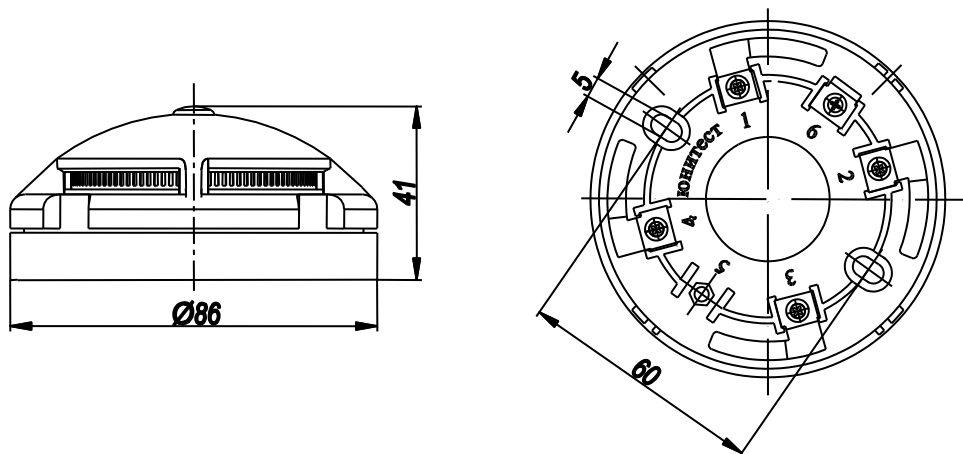
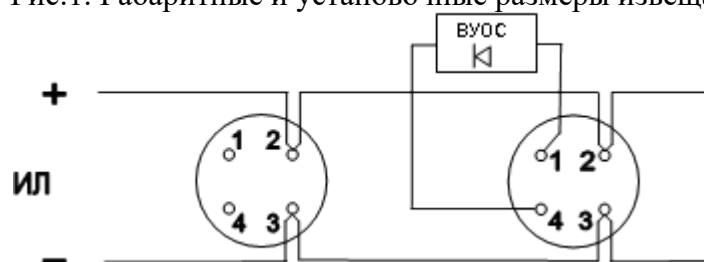

Рис.1. Габаритные и установочные размеры извещателя.
Рис.2. Схема включения извещателя ELEKOR-IPТ-A в адресную линию АПКП.
2.1.2. Установить базы извещателей согласно проекту. Габаритные и установочные размеры извещателя показаны на рис.1, схемы подключения – на рис.2 и 3.